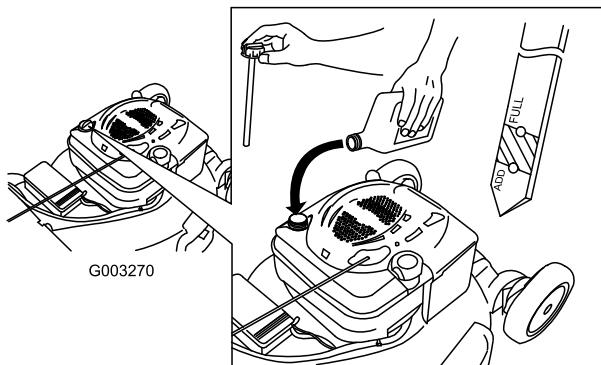

Figure 15
1. Retirez la jauge, essuyez-la sur un chiffon et remettez-la dans le goulot de remplissage (Figure 15).
2. Sortez de nouveau la jauge et contrôlez le niveau d'huile (Figure 15). Si le niveau n'atteint pas le repère minimum (Add) de la jauge, versez lentement suffisamment d'huile dans le goulot de remplissage pour faire monter le niveau au repère maximum (Full). **Ne remplissez pas excessivement.** (Remplissage max. : 0,59 l, type : huile détergente SAE 30W de classe de service API SF, SG, SH, SJ, SL ou supérieure.)